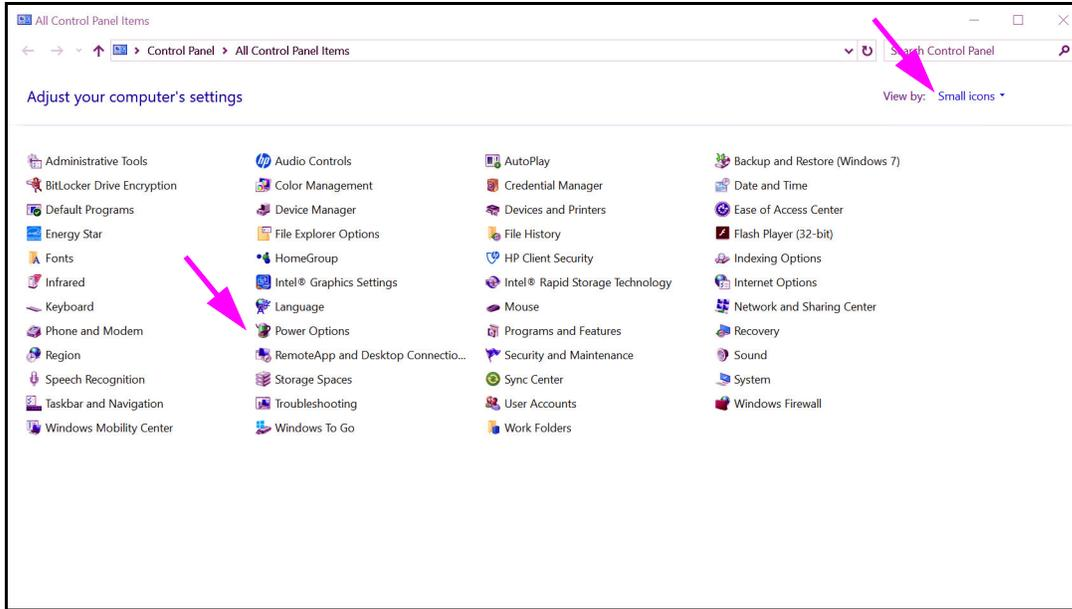

Figure 2-24. Fenêtre All Control Panel Items (Tous les Panneaux de configuration)
2. Sélectionner le **Control Panel (Panneau de configuration)** > du **système Windows**. Si l'affichage est réglé avec des petites icônes, la fenêtre All Control Panel Items (Tous les Panneaux de configuration) apparaît comme présenté à la **Figure 2-24**. Cliquer sur **Power Options (Options d'alimentation)**.